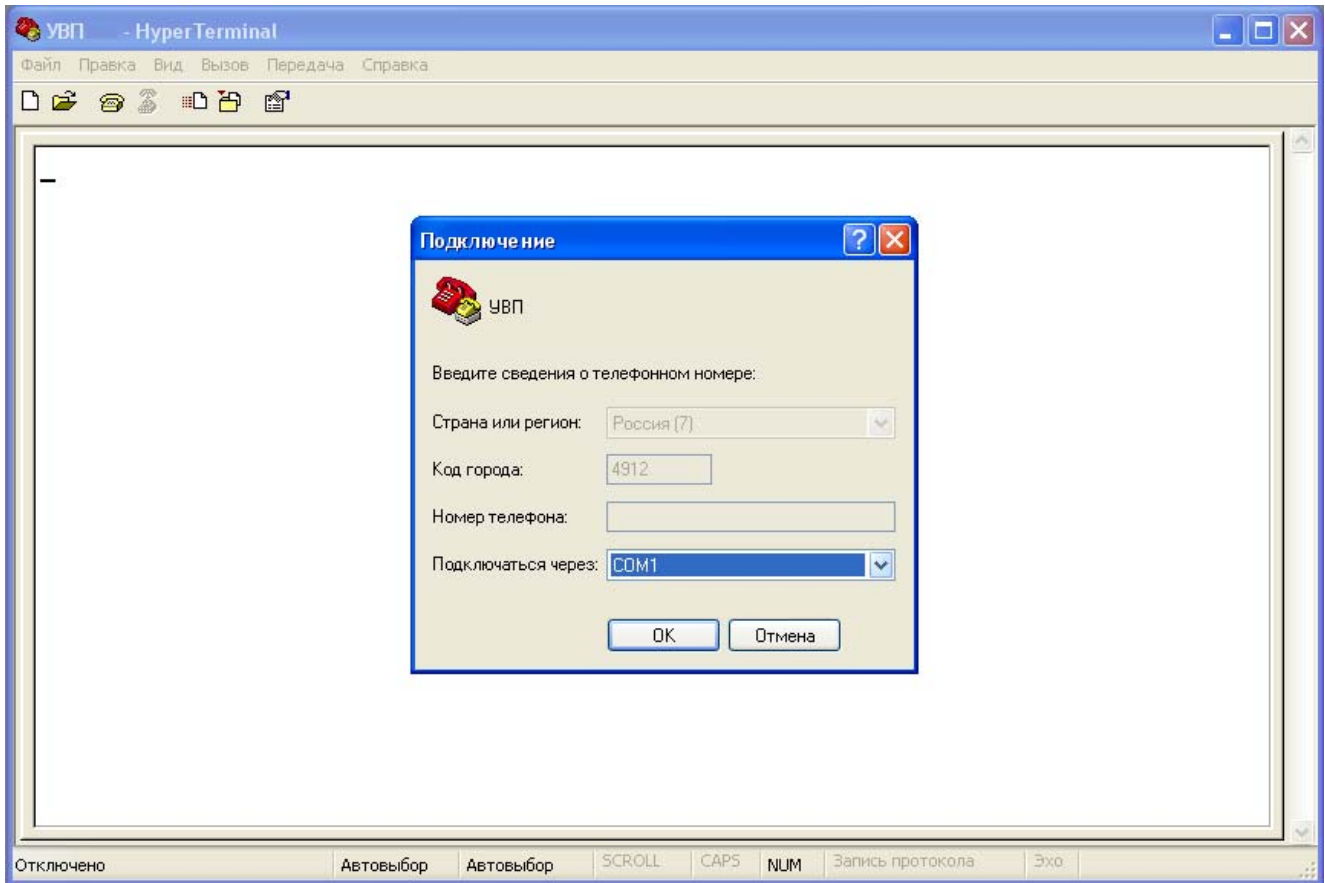

Рисунок 4
4) Выбрать COM порт, к которому подключен прибор (рисунок 4).